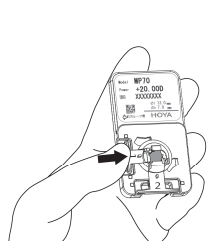
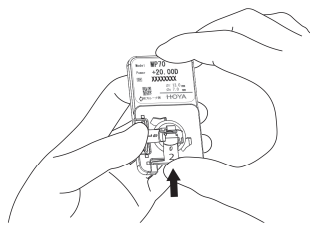

図6
図7
6. 滅菌バッグよりレンズケースを無菌的に取り出した後に蓋を取り外し、専用レンズケースのループ側のスライダー1を押し込み、前方ループをタッキングさせる (図 6)。続けて、もう一つのスライダー2を押し込み、眼内レンズを二つ折りにする (図 7)。